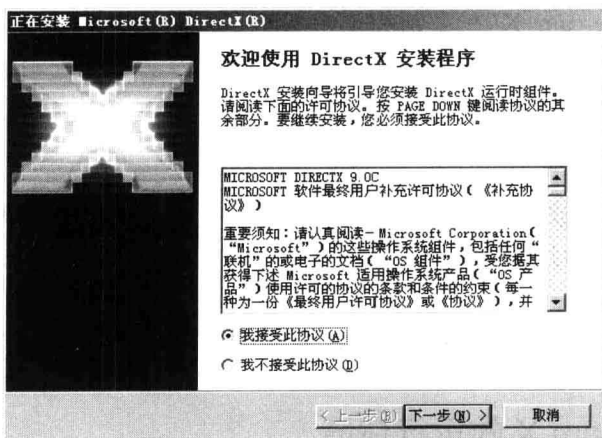
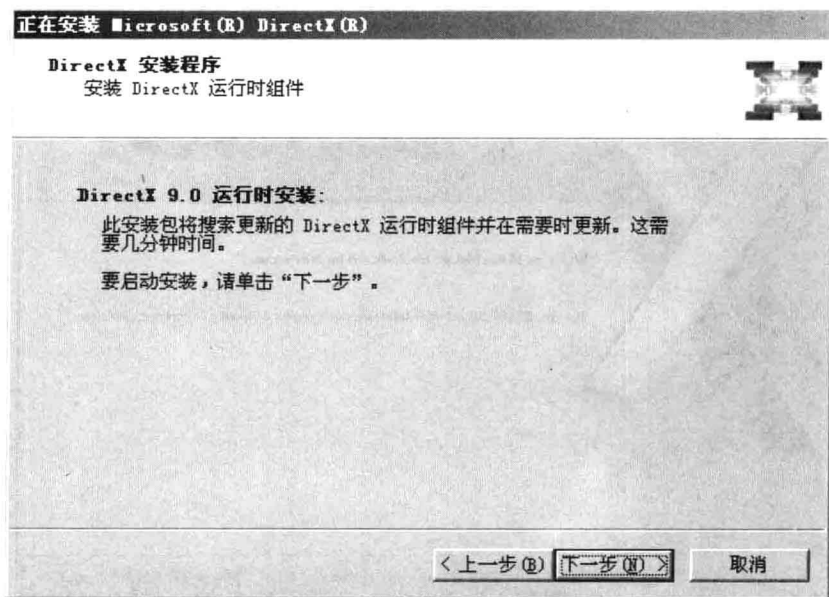

图 0.3 【欢迎使用 DirectX 安装程序】界面
图 0.4 【DirectX 安装程序】界面
(3) 安装 Microsoft 的补充组件 DirectX 9.0c。双击 DirectX 9.0c 安装按钮,打开如图 0.3 所示的【欢迎使用 DirectX 安装程序】界面,用户可以通过移动滚动条来完整地阅读 DirectX 的安装协议。
(4) 在如图 0.3 所示的界面中,选中【我接受此协议】单选按钮,单击【下一步】按钮,打开如图 0.4 所示的【DirectX 安装程序】界面。
(5) 单击如图 0.4 所示的【下一步】按钮开始安装 Microsoft 的补充组件 DirectX。安装完毕后,弹出如图 0.5 所示的【安装完成】界面。单击【完成】按钮,完成 DirectX 9.0c 的安装。